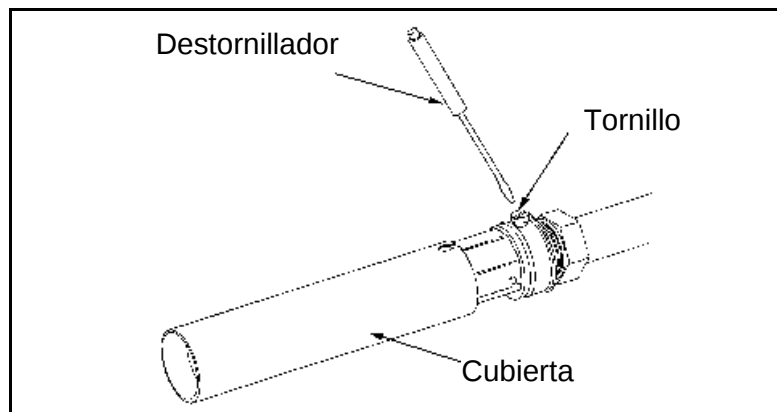

Figura 6-5. Desmontaje del Cabezal de Impresión de su Cubierta
3. Ubique el tornillo que sostiene la cubierta del cabezal de impresión en su lugar (Vea la Figura 6-5).